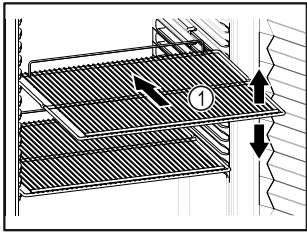

Fig. 49
- Ако стелажите за съхранение Fig. 49 (1) могат да се местят, регулирайте ги според височината.